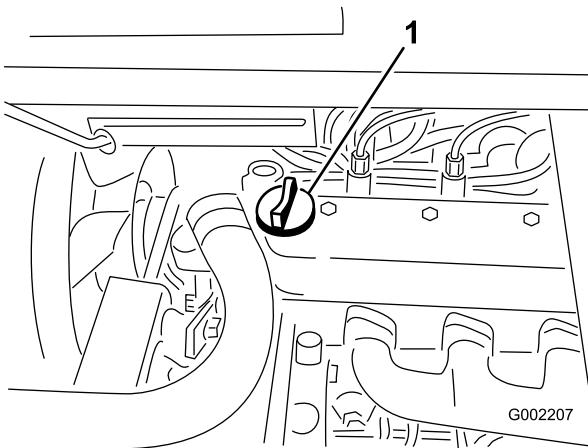

Figure 17
3. Si le niveau d'huile est bas, retirez le bouchon de remplissage du couvre-culasse (Figure 17) et ajoutez la quantité d'huile nécessaire pour amener le niveau au repère maximum sur la jauge. Reportez-vous à la section Entretien de l'huile moteur, sous Entretien du moteur, pour connaître le type d'huile et la